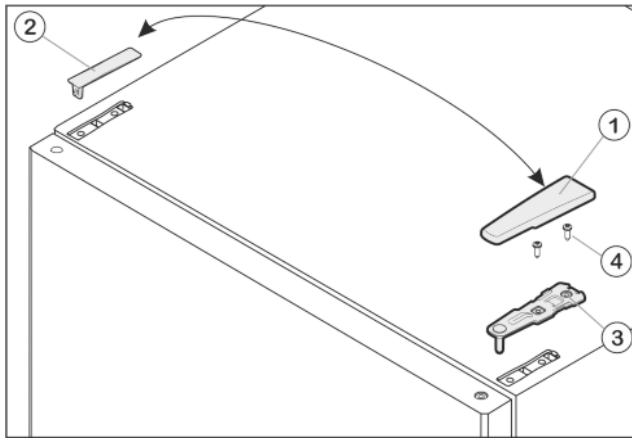

Fig. 8
- ▶ Előre és felfele húzza le a fedelet Fig. 8 (1).
- ▶ Emelje le a fedelet Fig. 8 (2).
- ▶ Csavarozza le az Fig. 8 (3) felső csapágybakját (2 x Torx® 25, Fig. 8 (4)), és felfele húzza le.
- ▶ A felső csapágybakot Fig. 8 (3) helyezze a csuklópánt új oldalán az ajtóba.
- ▶ Csavarozza fel a felső csapágybakot **erősen (4 Nm-es nyomatékkal)** – 2 x Torx® 25, Fig. 8 (4). A csavarlyukat esetleg pontozza meg, vagy használjon akkus csavarhúzó.
- ▶ A Fig. 8 (1) és a fedelet Fig. 8 (2) mindig kívülről helyezze az ellenkező oldalra és pattintsa fel.